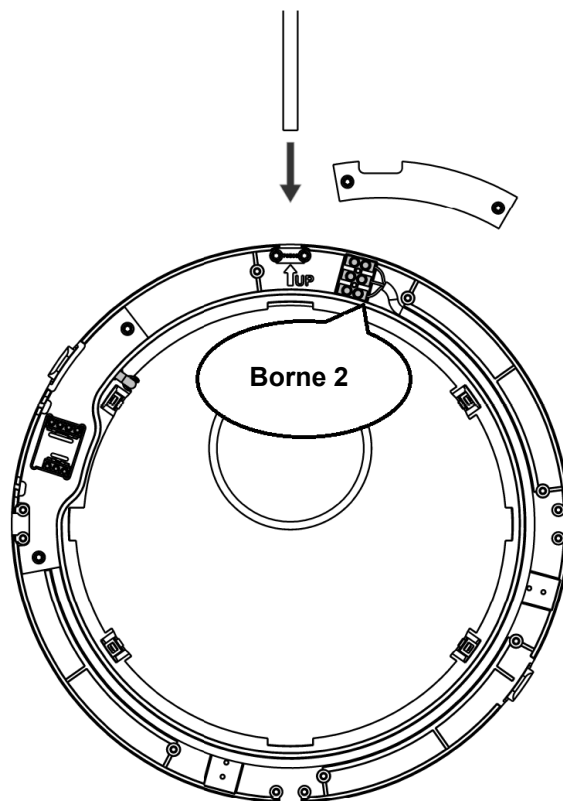
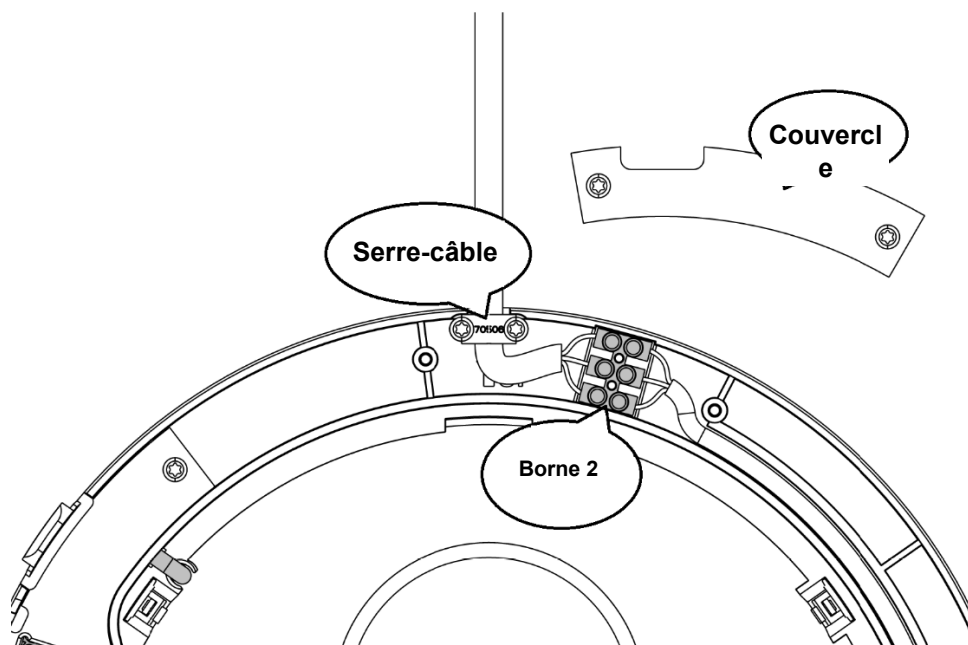

Figure 30 - Borne 2
Figure 31 - Raccordement du câble de 230V à la borne 2
1. Enlevez le couvercle de la borne 2 (voir Figure 30 et Figure 31 ci-dessous).
2. Fixez le câble à la borne 2 en veillant à ce que la couleur des fils corresponde à celle des fils internes (voir Figure 31).
1. Enlevez le couvercle de la borne 2 (voir Figure 30 et Figure 31).